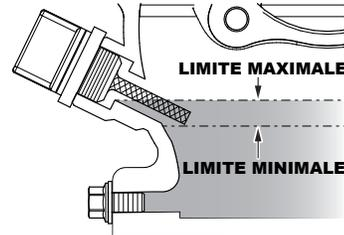

Figure 8. Jauge d'huile du moteur (niveau d'huile)
4. Si le niveau d'huile est bas (Figure 8), remplir jusqu'au bord du trou de remplissage d'huile avec le type d'huile recommandé (Tableau 5). La capacité d'huile maximale est de 1,16 pintes (1,1 L).